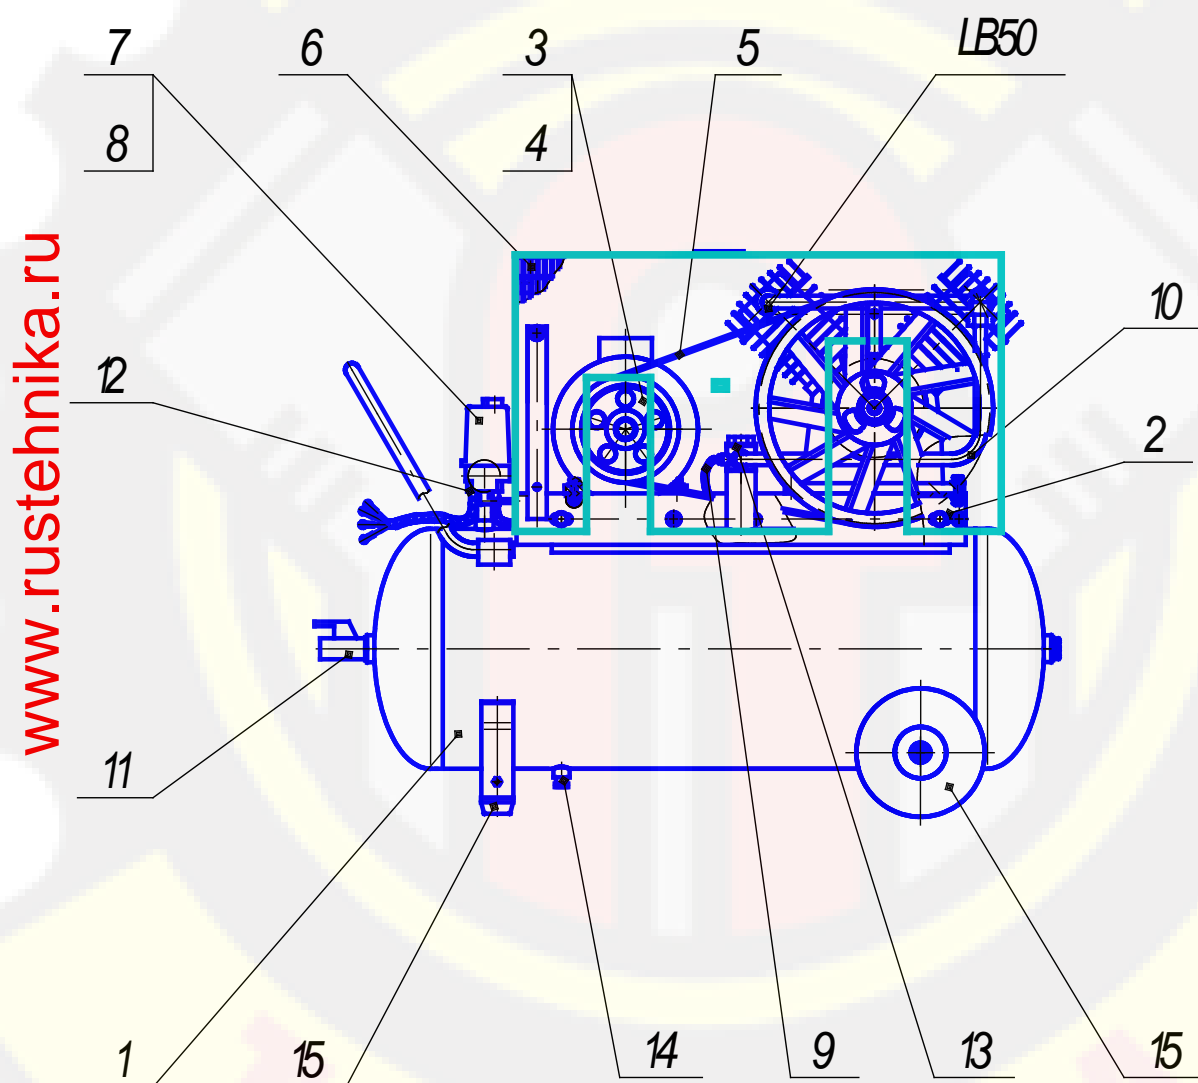
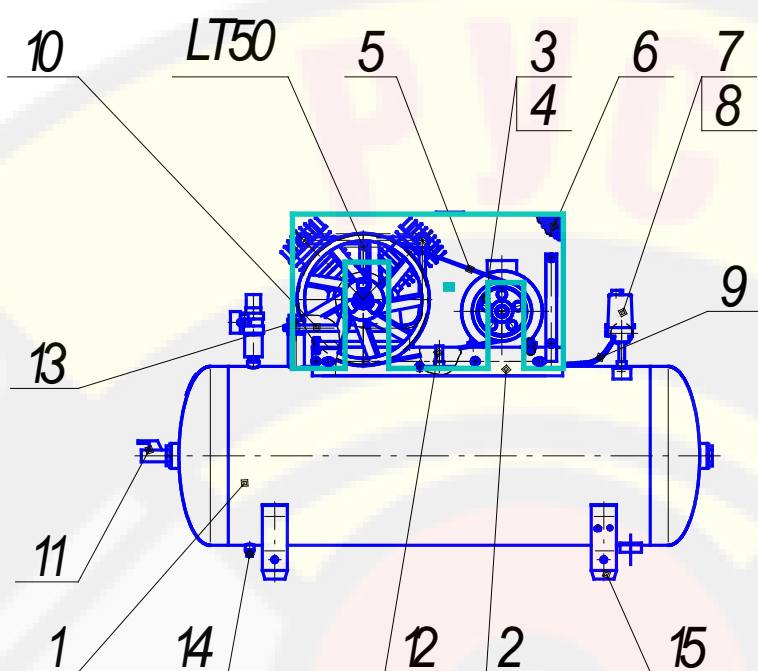
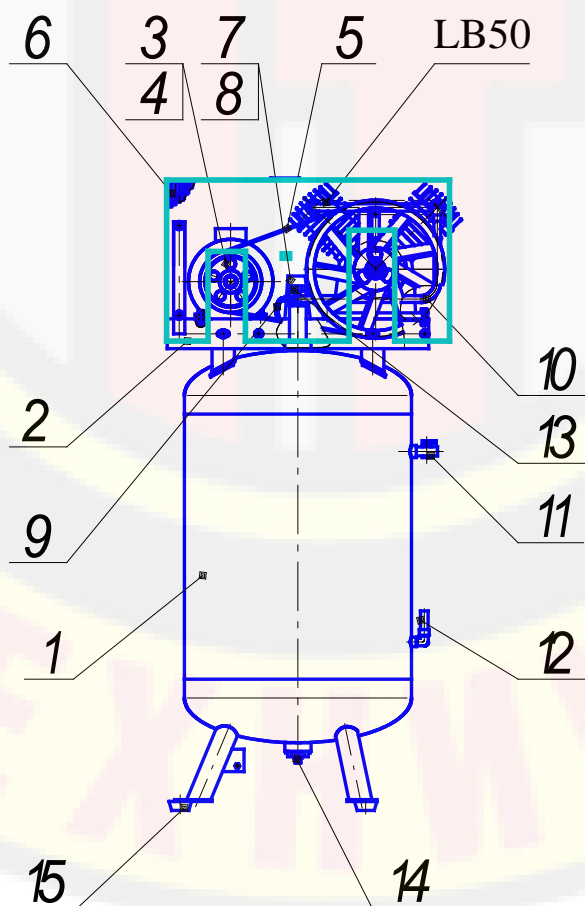
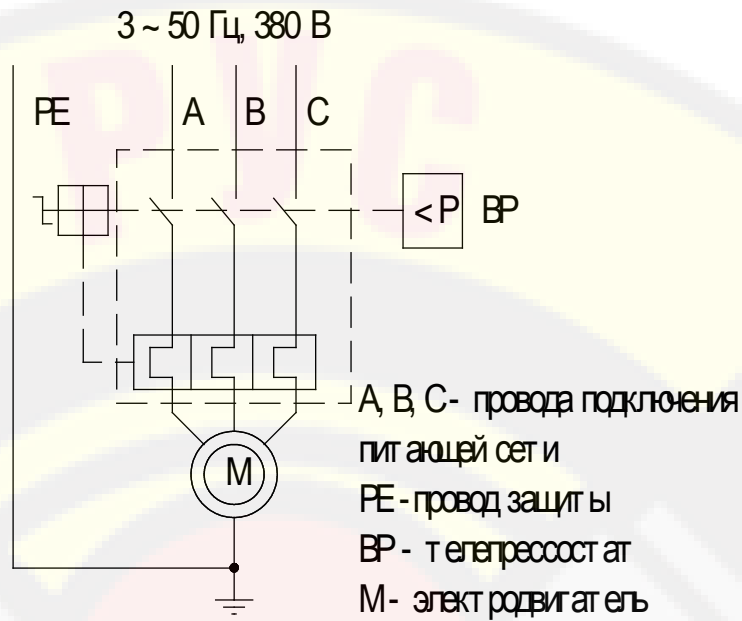

Рис. 1
Рис. 2
Рис. 3
Рис. 4
2.8. Общий вид компрессора представлен на рис. 1, 2, 3, схема электрическая принципиальная – на рис. 4, каталог запасных частей – в Приложении.
**Примечание:** комплект колес и амортизаторов для компрессоров СБ4/С-100.LB50 (поз. 15, см. рис. 1), комплект амортизаторов для компрессора СБ4/Ф-270.LB50 (поз. 15, см. рис. 2), СБ4/Ф-270.LB50В (поз. 15, см. рис. 3), а также детали их крепления упакованы отдельно.
5.1. Компрессор (рис.1) состоит из следующих основных сборочных единиц и деталей блока поршневого LB50, ресивера (воздухосборника) 1, платформы 2, электродвигателя 3 со шкивом 4, клиновых ремней 5, защитного ограждения 6, телепрессостата 7, манометра 8, воздухопровода сброса давления 9, нагнетательного воздухопровода 10, крана 11, клапана предохранительного 12, клапана обратного 13, крана слива конденсата 14, колес и амортизаторов 15.
Ресивер 1 (см. рис. 1) служит для сбора сжатого воздуха, устранения пульсации давления, отделения конденсата и масла. Ресивер является также корпусом, на котором смонтированы узлы и детали компрессора.